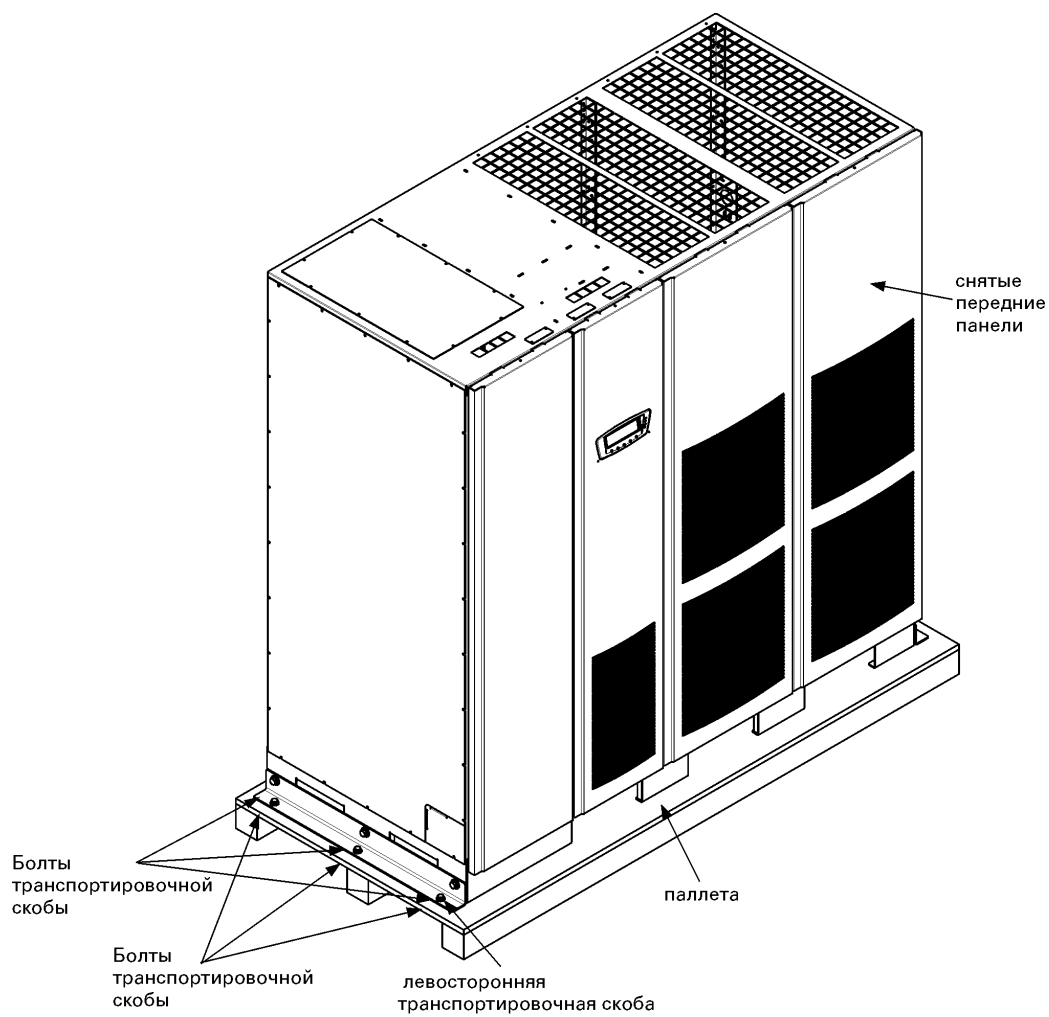
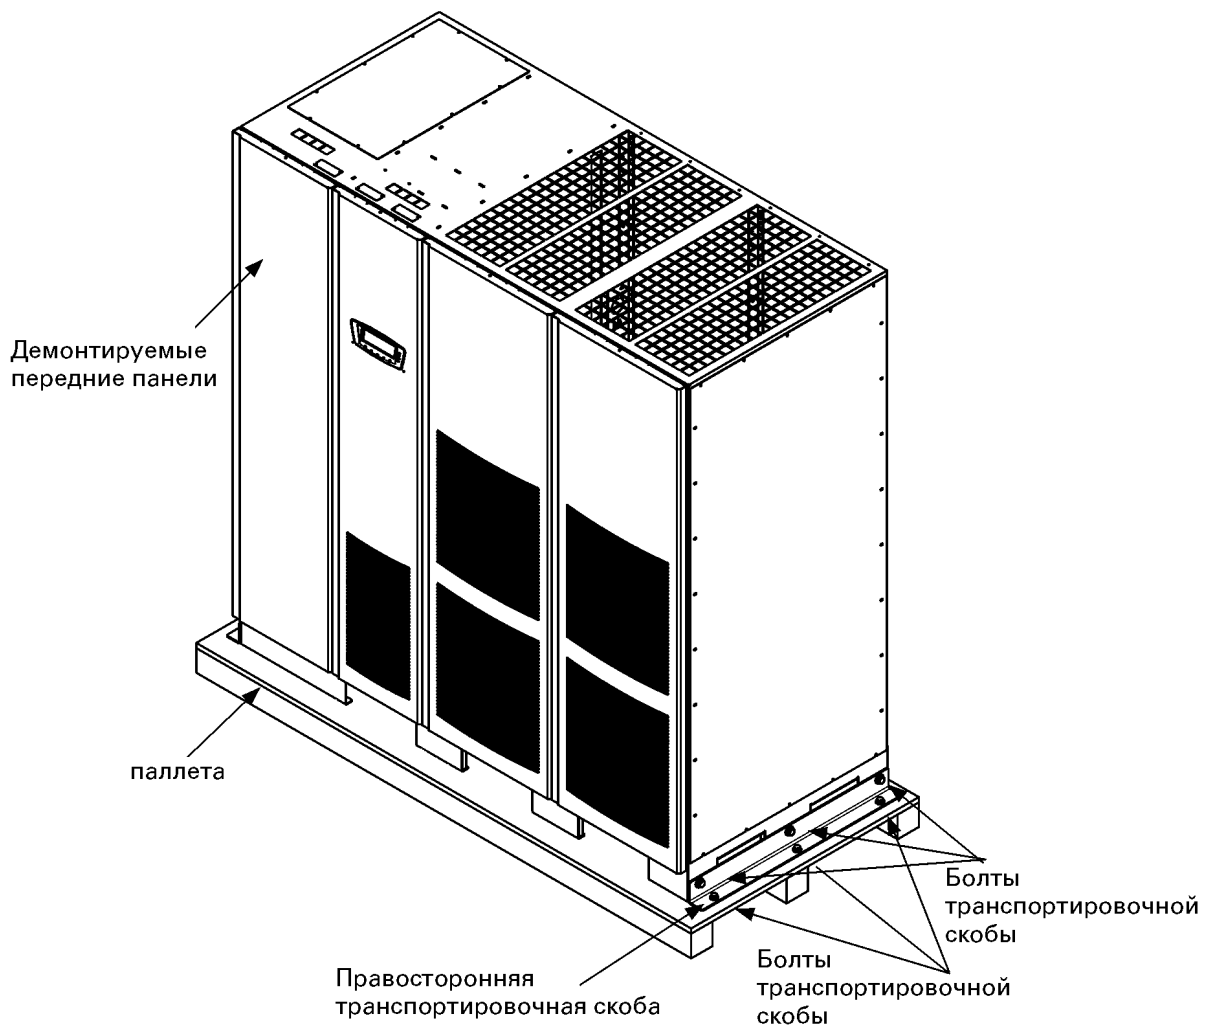

Рис. 3-1. Демонтаж левой транспортировочной скобы
Рис. 3-2. Демонтаж правой транспортировочной скобы
2. Открутите три болта, прикрепляющие транспортировочную скобу к шкафу слева, и три болта прикрепляющие транспортировочную скобу к паллете (см. Рис. 3-1). Снимите транспортировочную скобу. При установке шкафа на большой срок, сохраните транспортировочные скобы и защитные крепления для дальнейшего использования.
3. Снимите три болта, прикрепляющие транспортировочную скобу к шкафу справа, и три болта, прикрепляющие транспортировочную скобу к паллете (см. Рис. 3-2). Снимите переднюю транспортировочную скобу. При установке шкафа на большой срок сохраните транспортировочные скобы и крепеж для дальнейшего использования.
9. Используя сохраненный крепеж, установите транспортировочные скобы, снятые на шагах 2 и 3, с правой и левой стороны шкафа ИБП с наклоном в сторону (см. Рис. 3-1 и Рис. 3-2).
1. Снимите верхний и два нижних винта, удерживающих левую переднюю панель ИБП (см. Рис. 3-1). Поднимите панель вверх, чтобы снять ее с кронштейнов, расположенных сверху шкафа.
2. Если не выполнено, снимите верхний и два нижних винта, удерживающих левую переднюю панель ИБП (см. Рис. 3-1). Поднимите панель вверх, чтобы снять ее с кронштейнов, расположенных сверху шкафа.
3. Снимите верхний и два нижних винта, удерживающих центральную переднюю панель ИБП (см. Рис. 3-1). Поднимите панель вверх, чтобы снять ее с кронштейнов, расположенных сверху шкафа.